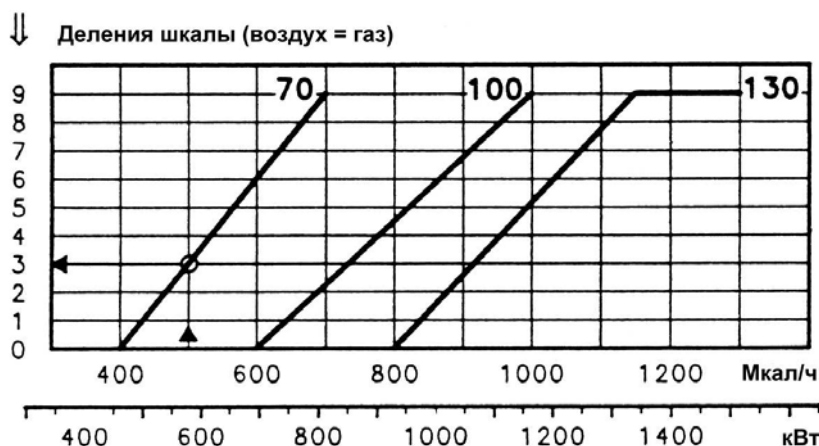
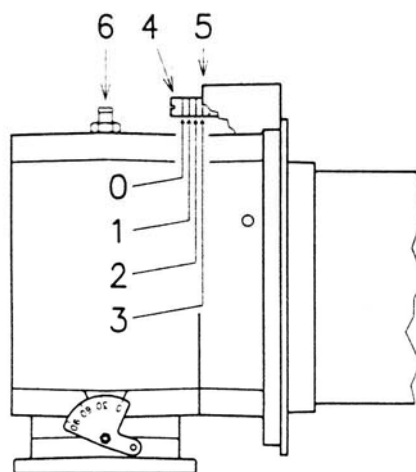
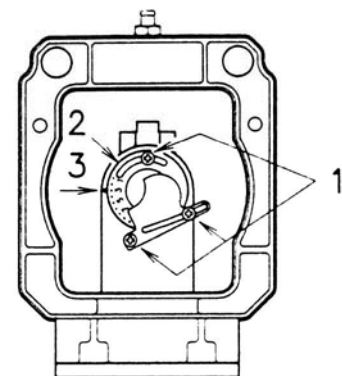

Рис. 12
Рис. 13
Рис. 14
- Кольцо 2 (рис. 14, стр. 12) отрегулировано согласно графику рис. 12 на стр. 11.
- Кольцо 2 (рис. 14, стр. 12) отрегулировано в соответствии с диаграммой рис. 12 на стр. 11.
- Кольцо 2 (рис. 14, стр. 12) отрегулирована в соответствии с диаграммой рис. 12 на стр. 11;
На данном этапе монтажа сопло и втулка закреплены на котле, как показано на рис. 13 (стр. 12). В этот момент особенно удобно провести регулировку головки. Регулировка головки определяется исключительно значением мощности горелки при работе на второй ступени. Поэтому, прежде чем Вы приступите к регулировке, определите значение мощности.
На диаграмме рис. 12 найдите деление шкалы, на которое надо выставить органы регулировки; это
- **Регулировка подачи воздуха (рис. 13)**
Вращая винт 4 (рис. 13), совместите риску требуемого деления с передней плоскостью фланца 5 (рис. 13).
- **Регулировка подачи газа (рис. 14)**
Ослабьте три винта 1 (рис. 14) и вращением кольца 2 добейтесь совмещения риски требуемого деления со стрелкой 3. Затяните винты 1.
По диаграмме рис. 12 (стр. 11) находим, что для этой мощности регулировки воздуха и газа следует выставить на 3 деления, как показано на рис. 13 и 14.
На диаграмме рис. 12 (стр. 11) приведена оптимальная регулировка головки. Если давление газа в магистрали слишком низкое и при работе на 2-й ступени невозможно достичь давления, указанного в таблицах 3–5 на стр. 8, и если при этом кольцо 2 (рис. 14) открыто лишь частично, можно его дополнительно открыть на 1–2 деления.
Продолжая предыдущий пример, мы можем определить по таблице 3, что горелке RS 70 для достижения мощности 500 Мкал/ч (581 кВт) требуется давление на штуцере 6 (рис. 13), примерно равное 6 мбар. Если этого давления получить не удастся, кольцо 2 (рис. 14) следует открыть на 4–5 делений. Убедитесь, что горение устойчивое, без пульсаций.